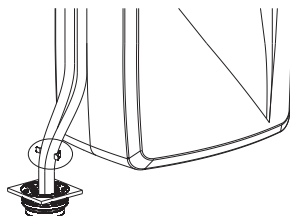

Рисунок 2
6) После завершения установки в соответствии с пунктом 4) проверьте, находится ли байпас в рабочем положении Рисунок 2 Если байпас находится в состоянии байпаса Рисунок 3, потяните толкатель в рабочее положение Рисунок 2).
Надавите на штак Рисунок 2 чтобы перевести рабочее положение